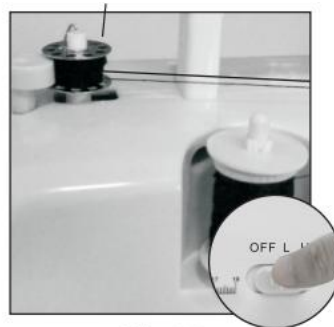

Fig. 15
5. Maschine einschalten, um das Spulen zu starten (Fig. 15)